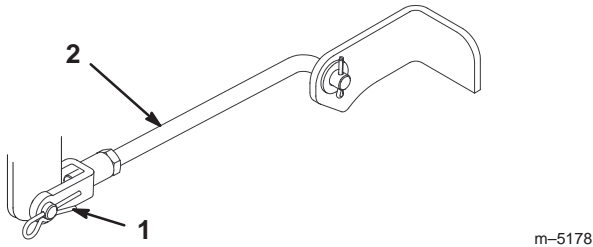

Figure 45
3. Enlevez la goupille fendue et l'axe de chape des tourillons avant (Fig. 45).
6. Fixez les tourillons avant à la machine à l'aide des axes de chape et des goupilles fendues (Fig. 45).